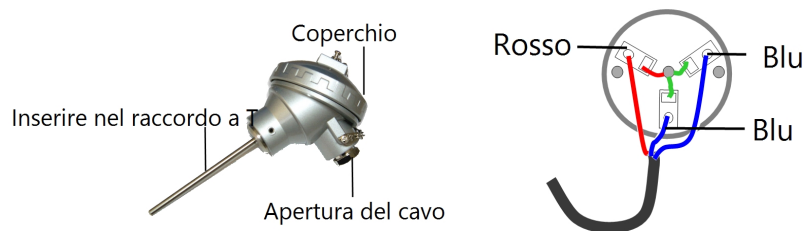

Figura 4: Interfacce sensore
4. Collegare il cavo del sensore al sensore Vedere *Figura 4*: